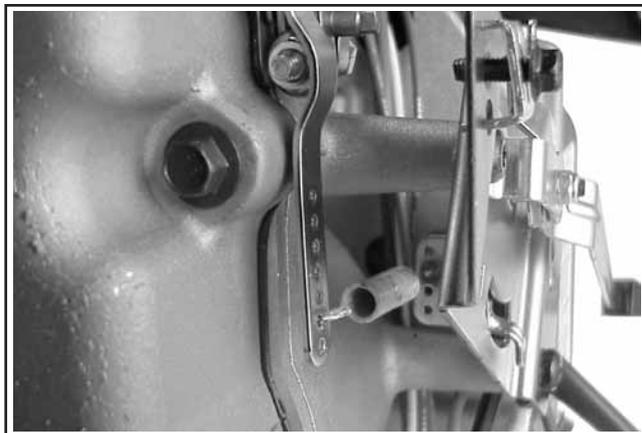

Figure 11-55. Installation du ressort du régulateur.
2. Installer le ressort du régulateur dans le trou approprié dans le bras du régulateur et le levier de commande d'accélération, comme indiqué sur le tableau. Noter que les positions des trous sont comptées à partir du haut du levier. Voir la figure 11-55.